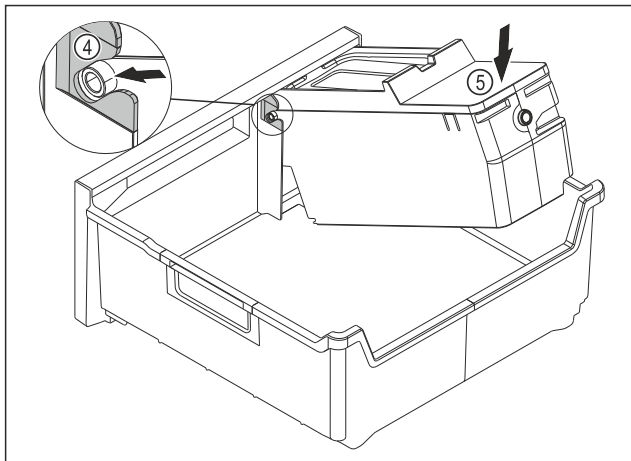

Fig. 134
- ▶ Montera EasyTwist-Ice-enheten: Skjut in axlarna på EasyTwist-Ice-enheten i styrningarna Fig. 134 (4).
- ▶ Tryck EasyTwist-Ice-enheten Fig. 134 (5) baktill nedåt.